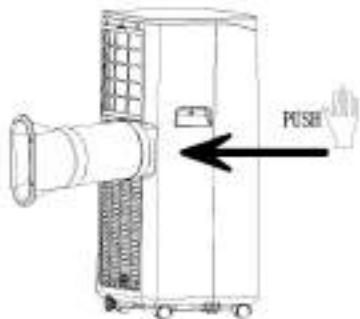

Fig.1
1. Montare il tubo di espulsione dell'aria (fig.1): avvitare l'esternità del tubo sul pannello posteriore del prodotto.